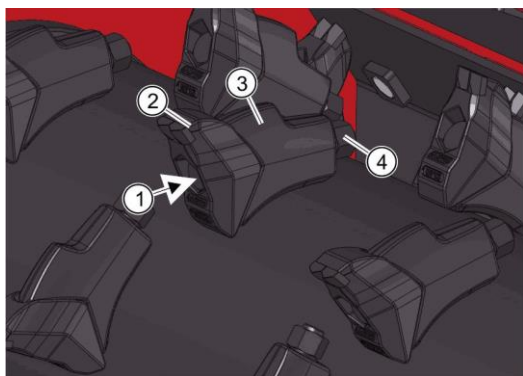

Рис. 69. Ротор, фрагмент
- Проверьте инструменты (2) (Рис. 69).
- Вставьте болт (1) снизу.
- Затяните гайку (4) с 450 Нм.